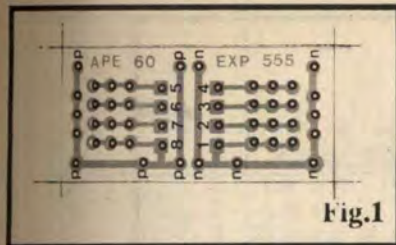

Fig.1
**- FIG. 1 - O LAY OUT (COBREADO) DA PLAQUINHA PADRÃO PARA O 555**  - O arranjo de ilhas e pistas da plaquinha padrão exemplifica muito bem a organização de placas do gênero, ainda que maiores e bem mais complexas (algumas, encontráveis no varejo, permitem a inserção de *dezenas* de Integrados, com praticamente qualquer número de pinos, cada um...). O Leitor/Hobbysta verá, nas placas comerciais do gênero, quase sempre uma "repetição" ou uma "ampliação" do *lay out* agora mostrado... Convém ao iniciante observar a "lógica" do arranjo, com o conjunto mais central de ilhas destinado à recepção das "pernas" do Integrado (no caso, especificamente um 555, mas nas placas padronizadas genéricas podendo receber *qualquer* Integrado...), duas barras/pistas no contorno do *lay out*, também dotadas de várias ilhas, destinadas aos percursos e ligações da alimentação (inclusive já, eletricamente, conetadas aos respectivos pinos do hipotético 555...) e mais uma série de pequenas barras/trilhas cobreadas, cada uma delas contendo várias ilhas, em verdadeiros "prolongamentos elétricos" de cada pino do Integrado, para